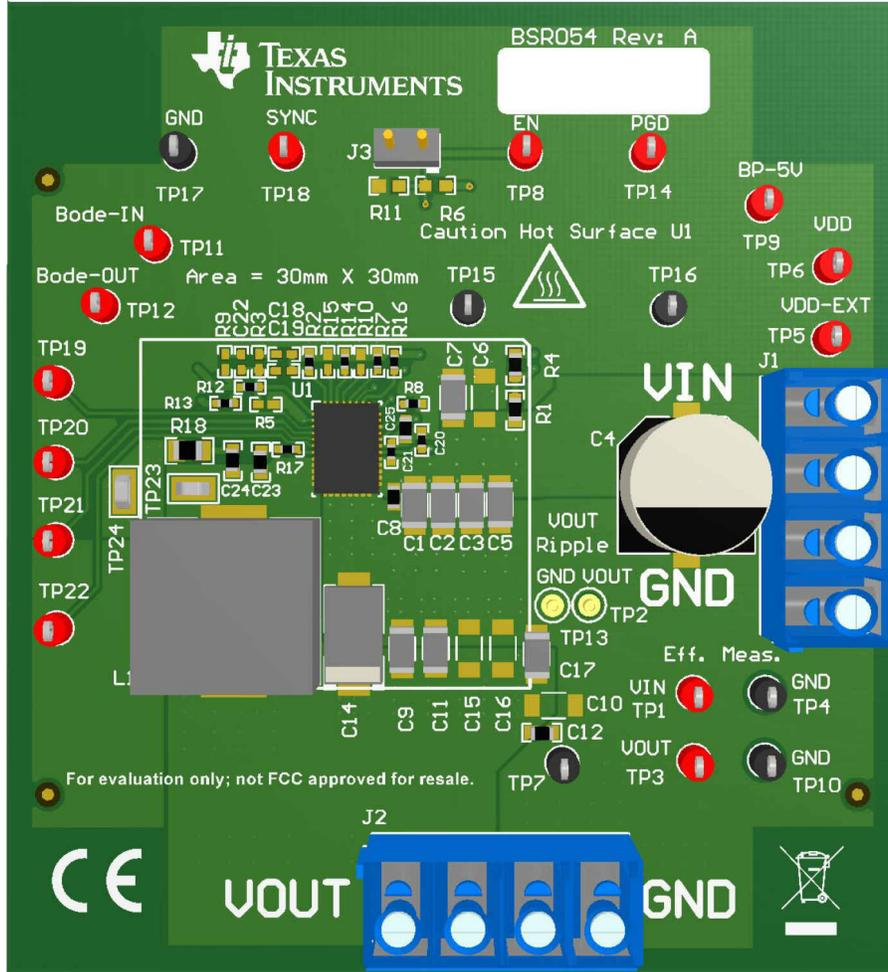

图 6-1. BSR054EVM 概述
万用表：建议使用两个单独的万用表图 6-1。一个仪表用于测量 V_{IN} ，另一个用于测量 V_{OUT} 。
输出负载：建议在测试中使用可变电子负载图 6-1。它必须在低至 0.6V 的电压下支持 40A。
1. 将 VOUT 连接到 J2，并将 VOUT_GND 连接到 J2 图 6-1。
4. 将 VIN 连接到 J1，并将 VIN_GND 连接到 J1 图 6-1。